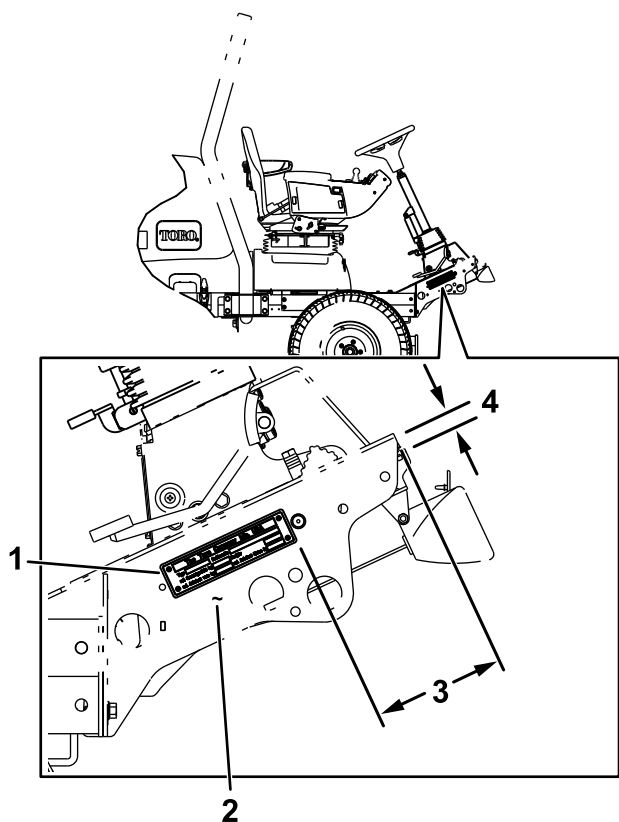

Figure 24
4. Fixez la plaque du numéro de série sur le côté droit de la machine, à 6 mm au-dessus du bord inférieur (Figure 24). Utilisez la plaque du numéro de série comme guide et percez 4 trous (3 mm).
- Fraper le numéro de série sur le cadre, près de la plaque du numéro de série (Figure 24).